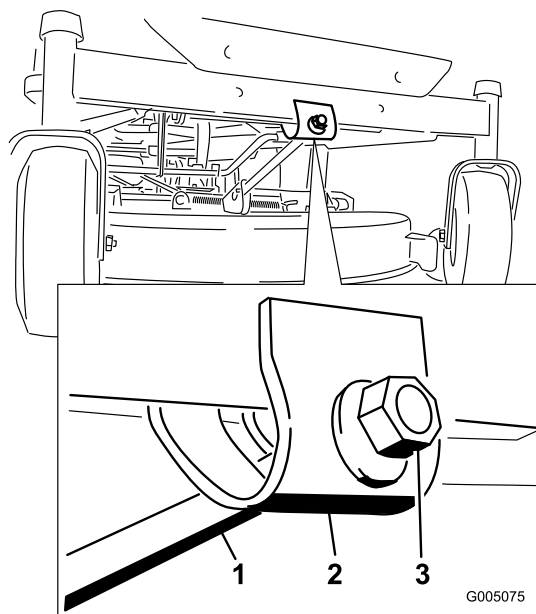

Figura 54
6. Para ajustar la inclinación longitudinal, gire la tuerca de ajuste de la parte delantera del cortacésped (Figura 54).